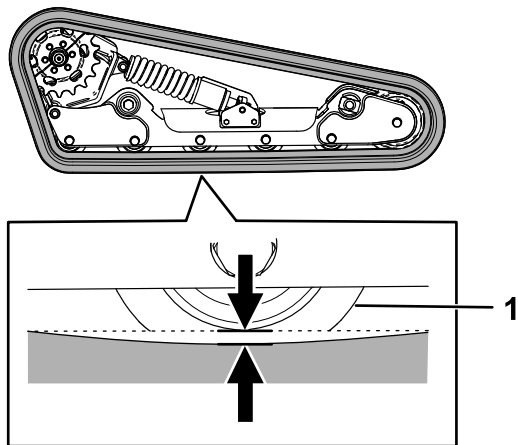

Figure 24
Levez/soutenez un côté de la machine et, en vous aidant du poids de la chenille, vérifiez qu'un espace de 13 mm existe entre le bas du rebord du galet de roulement et la chenille, comme montré à la Figure 24. Si ce n'est pas le cas, réglez la tension des chenilles comme suit :
5. Avec une clé à cliquet de ½ pouce, tournez la vis de tension jusqu'à obtention d'un espace de 13 mm, comme montré à la Figure 24.
9. Vérifiez que la flèche est de 13 mm, comme montré à la Figure 24. Réglez au besoin.
7. Avec une clé à cliquet de ½ pouce, tournez la vis de tension dans le sens antihoraire jusqu'à obtention d'une flèche de 13 mm, comme montré à la Figure 24.
12. Vérifiez que la flèche est de 13 mm, comme montré à la Figure 24.